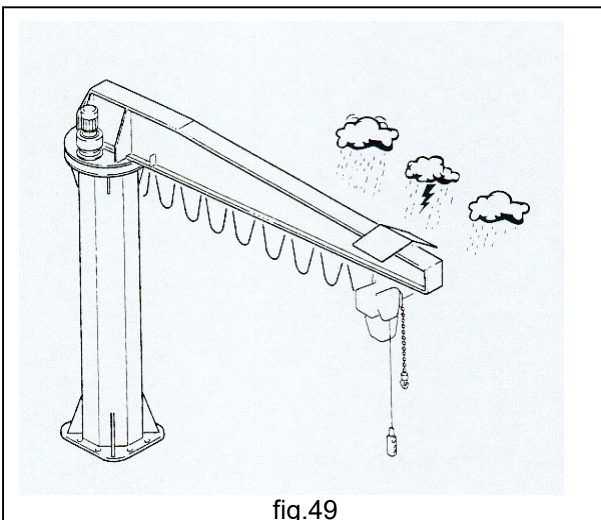

fig.49
- **uso en el exterior:** la grúa de bandera puede ser expuesta a los agentes atmosféricos durante y después del uso. Las partes eléctricas del polipasto, del carro y de la grúa (panel y motor de rotación) deben estar equipadas con protección IP55, también es aconsejable proteger el polipasto, el carro y el motorreductor de rotación con cobertizos y techados (fig.49)